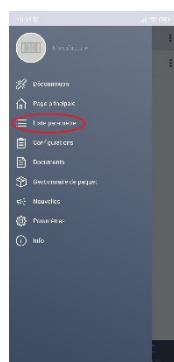

Fig.52
- En la página principal, abra (Fig. " " 51) y luego "Lista de parámetros" (Fig. 52)